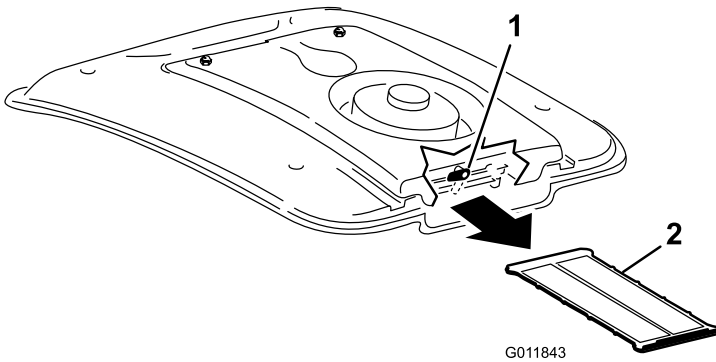

Figura 88
2. Na parte posterior da montagem da ventoinha, rode o trinco para o lado (Figura 88).
3. Deslize o filtro A/C da parte inferior da serpentina do ar condicionado (Figura 88).
4. Limpe cuidadosamente o filtro com ar comprimido (Figura 88).